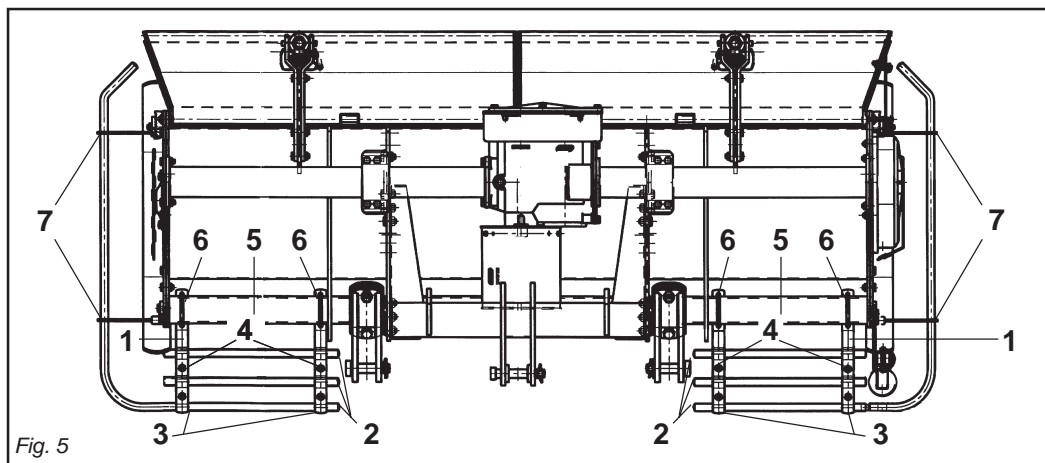

Fig. 5
- Il gruppo delle protezioni, composto dall'attacco (1 Fig. 5) che fa da fermo per i tubi (2 Fig. 5) bloccati dalla staffa (3 Fig. 5) e dalle viti (4 Fig. 5), è fissato
- *The protection unit, consisting of the coupling (1 Fig. 5) that acts as a clamp for the pipes (2 Fig. 5) locked by the bracket (3 Fig. 5) and by the screws (4 Fig. 5), is fixed to the square front pipe (5 Fig. 5) by the U-bolts (6 Fig. 5) and*
- Die Gruppe der Schutzvorrichtungen, die sich aus dem Anschluß (1 Abb. 5), der zur Arretierung für die Rohre (2
- *Le groupe des protections, comprenant l'attelage (1 Fig. 5) qui sert de butée pour les tubes (2 Fig. 5) bloqués par la bride (3 Fig. 5) et par les vis (4 Fig. 5), est fixé au tube carré avant (5 Fig. 5)*
- El grupo de las protecciones, compuesto por la conexión (1 Fig. 5) que funciona como bloqueo de los tubos
al tubo quadro anteriore (5 Fig. 5) mediante i cavallotti (6 Fig. 5), e va posizionato uno a destra e uno a sinistra il più esternamente possibili.
- Lateralmente, su entrambe le fiancate, vanno fissate tramite le viti delle protezioni sagomate (7 Fig. 5).
- The shaped protections should be fixed laterally with screws to both the sides (7 Fig. 5).
Abb. 5) dient, die durch den Bügel (3 Abb. 5) blockiert werden, und den Schrauben (4 Abb. 5) zusammensetzt, wird am vorderen Vierkanrohr (5 Abb. 5) mit den U-Bolzen (6 Abb. 5) befestigt. Eine davon ist rechts und eine links, so weit wie möglich außen anzubringen.
- Seitlich auf den beiden Seitenteilen sind die geformten Schutzteile (7 Abb. 5) mit Schrauben zu befestigen.
par des crampons (6 Fig. 5). Positionner une protection à droite et une à gauche, le plus possible à l'extérieur.
- Les protections galbées doivent être fixées latéralement, des deux côtés avec les vis des protections (7 Fig. 5). Pour obtenir les meilleures performances de votre appareil respectez attentivement les instructions ci-après.
(2 Fig. 5) bloqueados a su vez por el soporte (3 Fig. 5) y por los tornillos (4 Fig. 5), está fijado en el tubo cuadrado anterior (5 Fig. 5) mediante los pernos de U (6 Fig. 5) y debe ser emplazado uno a la derecha y uno a la izquierda lo más externamente posible.
- Lateralmente, sobre ambos lados, debemos fijar mediante los tornillos las protecciones molduradas (7 Fig. 5).